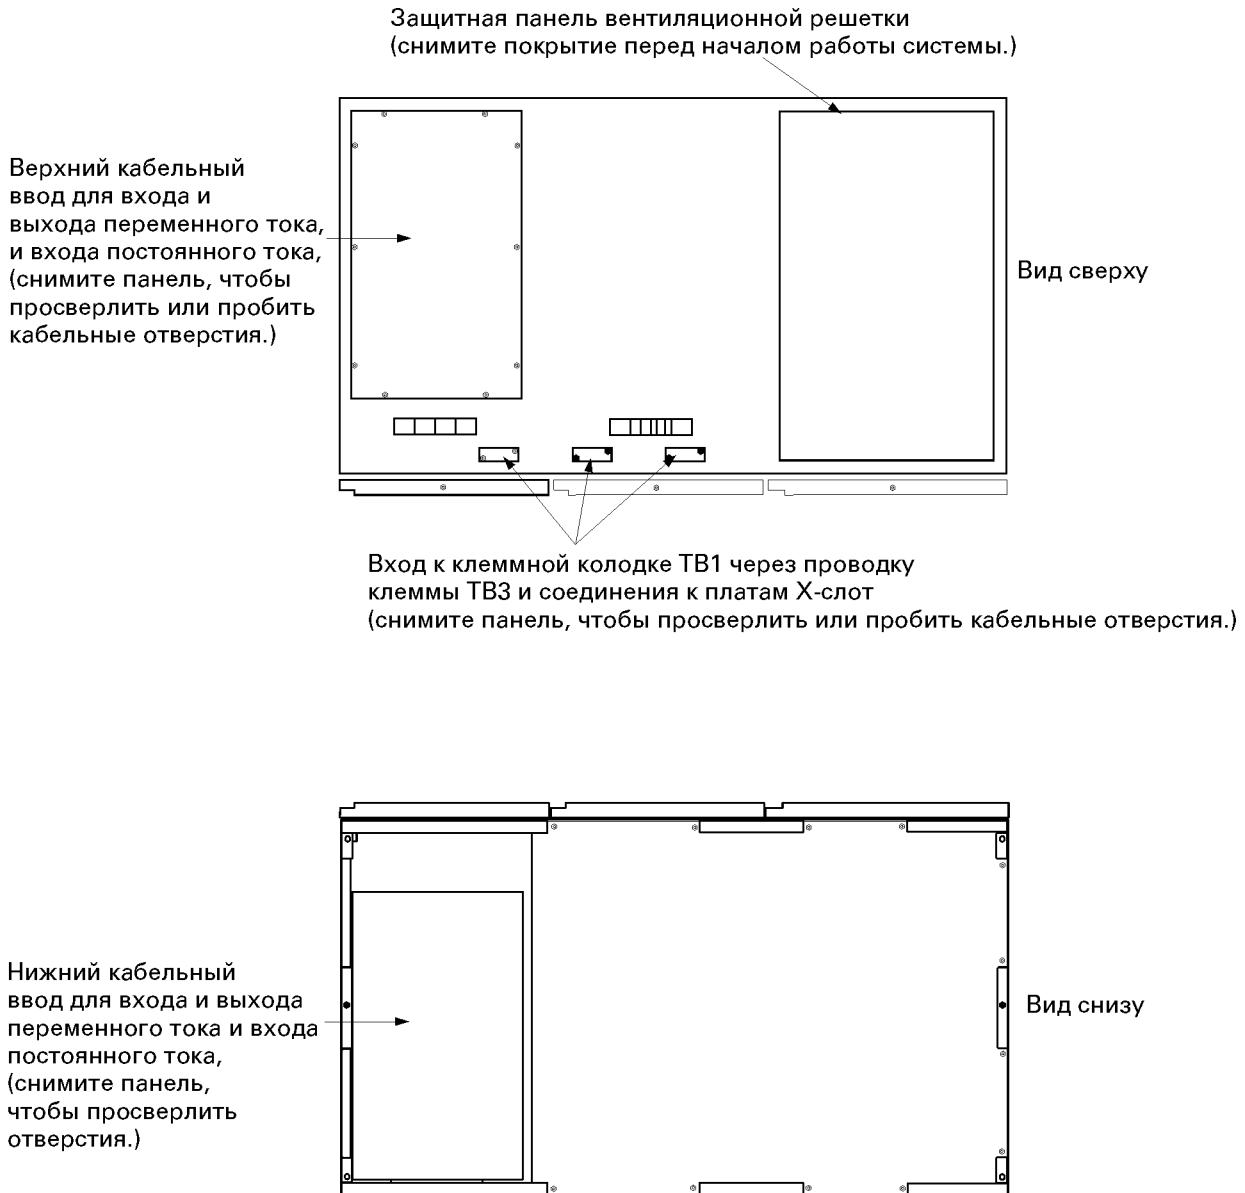

Рис. 3-3. Местоположение входов кабелей
Снимите верхнюю или нижнюю пластину кабелепровода шкафа ИБП, чтобы просверлить или пробить отверстия для кабелей (см. Рис. 3-3).
5. Снимите верхние панели подключения внешних устройств ИБП, чтобы просверлить или пробить отверстия для кабелей (см. Рис. 3-3 на стр. 26).
10. Снимите панели подключения внешних устройств шкафа ИБП, чтобы просверлить или пробить отверстия для кабелей (см. Рис. 3-3 на стр. 26).